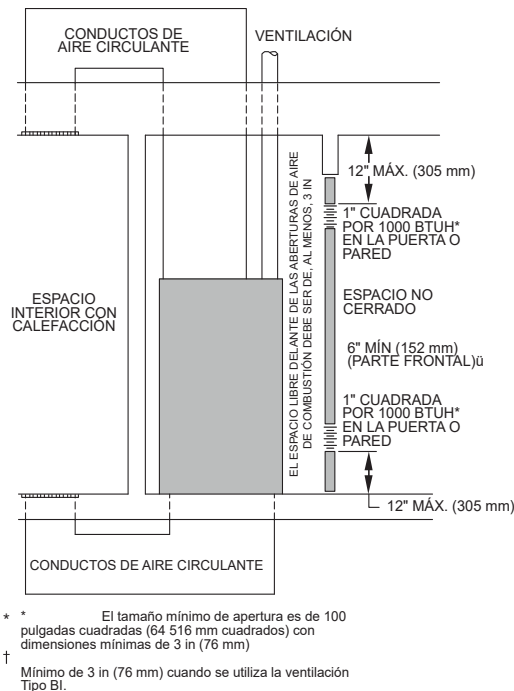

Fig. 7 – Aire para combustión, ventilación y dilución desde interiores
- b. Se trata de espacios combinados en el mismo piso. Cada abertura debe tener un área libre mínima de al menos 1 in2/1000 BTUh (2000 mm2/kW) de la clasificación de entrada total de todos los dispositivos a gas en el espacio, pero no inferior a 100 in2 (0,06 m2). Una de las aberturas debe comenzar a 300 mm (12 in) como máximo del techo y la otra a 300 mm (12 in) como máximo del piso. La dimensión mínima de la abertura es 80 mm (3 in). Consulte la Fig. 7.